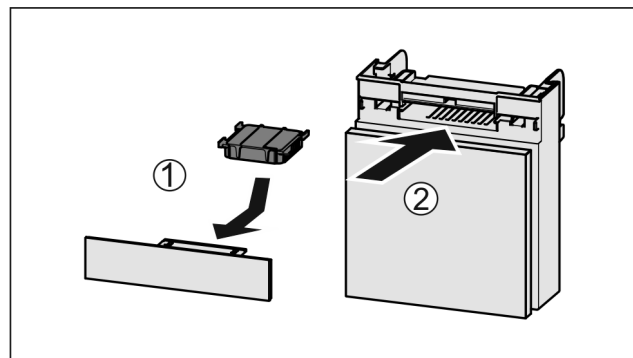

Fig. 227
- Introduceți Fig. 227 (1) filtrul de cărbune activ după cum se vede în figură.
- Împingeți Fig. 227 (2) compartimentul în interior.